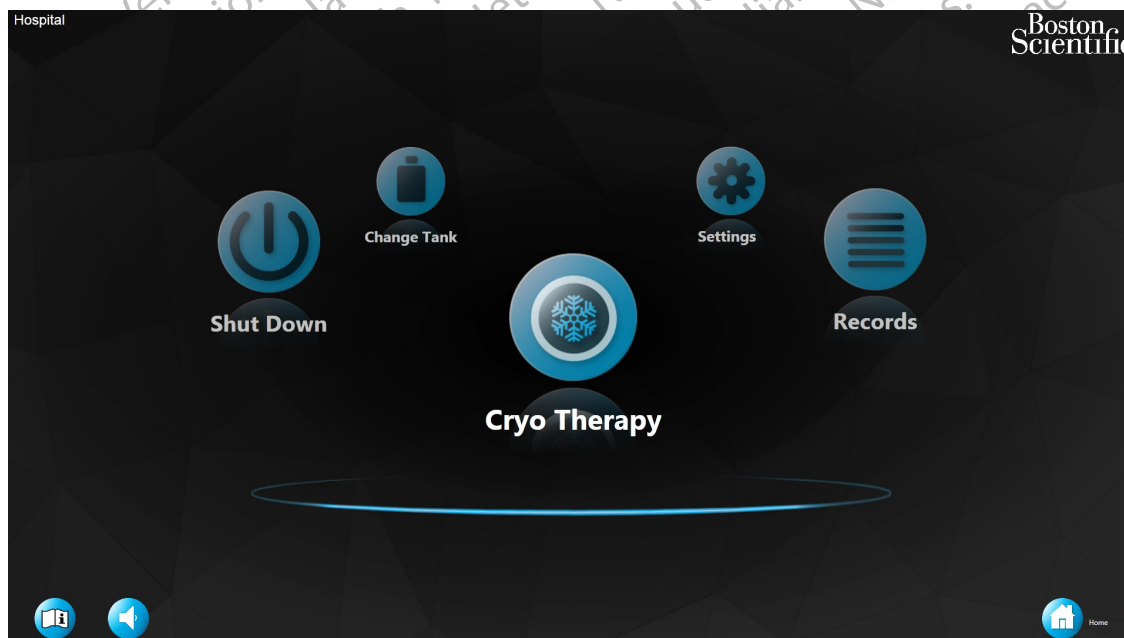

Figura 2. Ecranul principal
4. Se va afișa ecranul principal odată ce consola a finalizat procedura de inițiere (Figura 2).